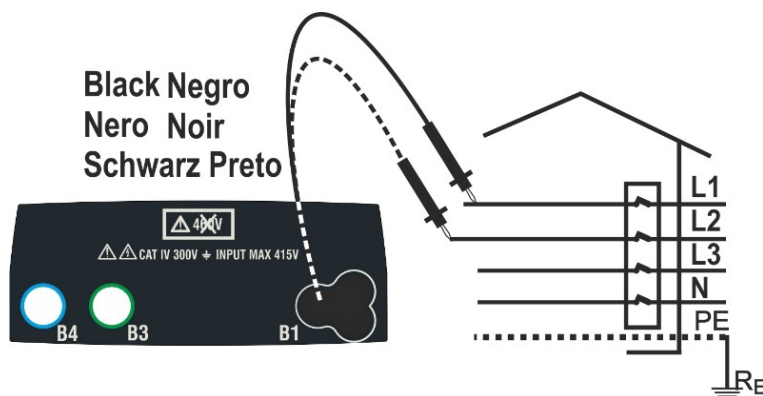
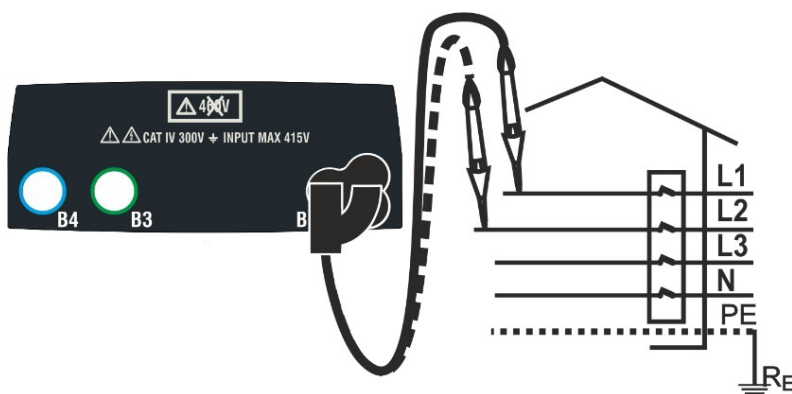

Fig. 31: Fassekvenstest med testledning
Fig. 32: Fassekvenstest med fjärrbetjäningsproben
2. Svart testledning/fjärrbetjäningsproben sätts i uttag B1, se Fig 31 och Fig 32
5. Nu skall testledningarna eller fjärrbetjädningsproben beröra L2 enligt Fig 31 eller Fig. 32